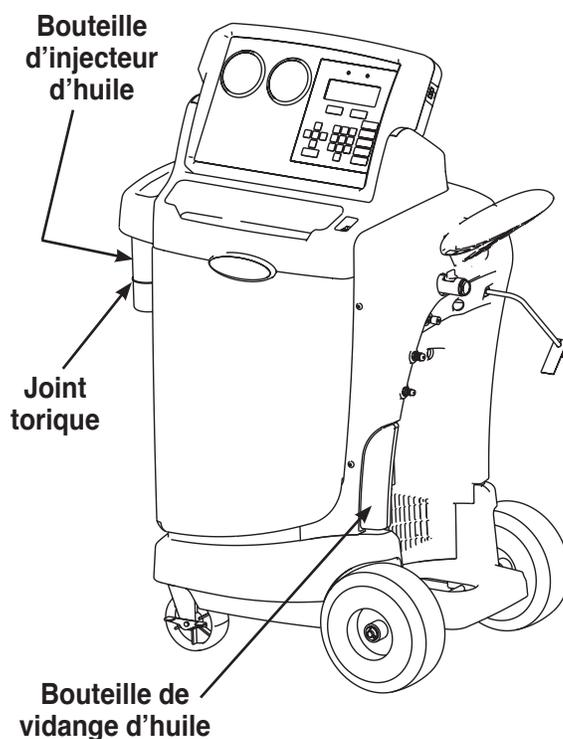

Figure 7
2. Vérifiez la bouteille de vidange d'huile pour déterminer la quantité d'huile à enlever. Reportez-vous à la Figure 7.